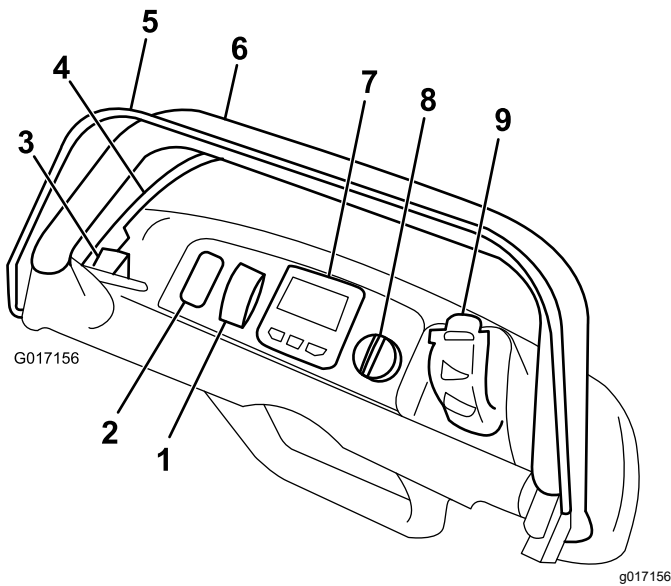

Figura 2
2. Ponga el freno de estacionamiento (Figura 2).